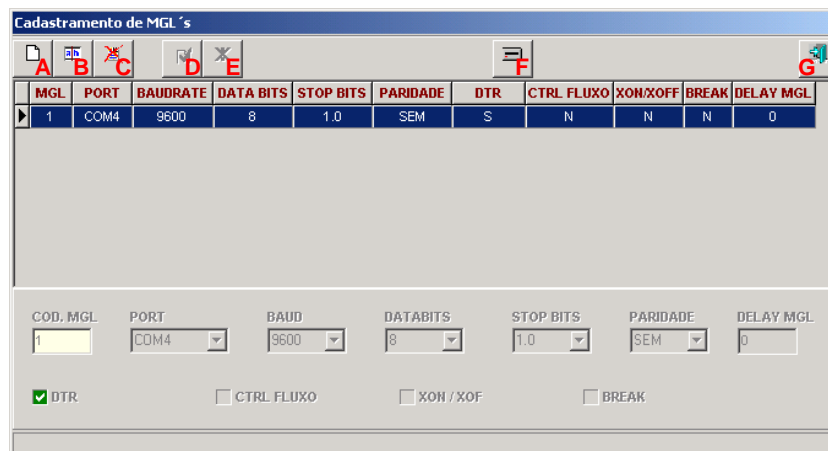

Figura 13 – Configurando MGL's
- Clique na opção "Configura MGL" do menu "Configuração" para abrir a janela de configuração do MGL mostrada na **Figura 13**, acima.
- d. Para efetivar a alteração, clique na tecla de confirmação (indicada pela letra **D**, na **Figura 13**).
- e. Para testar a disponibilidade da porta selecionada, clique na tecla indicada pela letra **F**, na **Figura 13**. Se a porta selecionada estiver disponível, uma janela contendo a mensagem "PORTA(S) SERIAI(S) CONFIGURADA(S) COM SUCESSO" será exibida.
- a. Clique na opção "Configura MGL" do menu "Configuração" para abrir a janela de configuração do MGL mostrada na **Figura 13**.
- b. Clique na tecla indicada pela letra "A", (na **Figura 13**, acima) para inserir um MGL adicional no sistema.
- d. Para efetivar a inserção do novo MGL, clique na tecla de confirmação (indicada pela letra **D**, na **Figura 13**).
- e. Para testar a disponibilidade de todas a(s) porta(s) selecionada(s), clique na tecla indicada pela letra **F**, na **Figura 13**. Se a(s) porta(s) selecionada(s) estiver(em) disponível(is), uma janela contendo a mensagem "PORTA(S) SERIAI(S) CONFIGURADA(S) COM SUCESSO" será exibida.